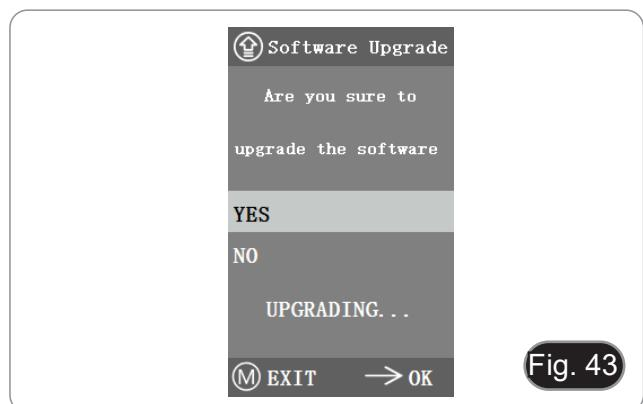

Fig. 43
1. Sélectionnez "Oui" pour effectuer la mise à niveau. Le message suivant s'affiche: "UPGRADING..." pendant la mise à niveau du système. " apparaîtra pendant la mise à niveau du système. (Fig. 43)